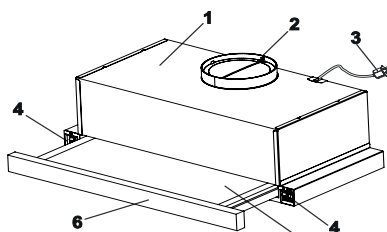

Рис. 3
5.4 Вытяжка состоит из следующих составных частей (рис.3 / 3.1):